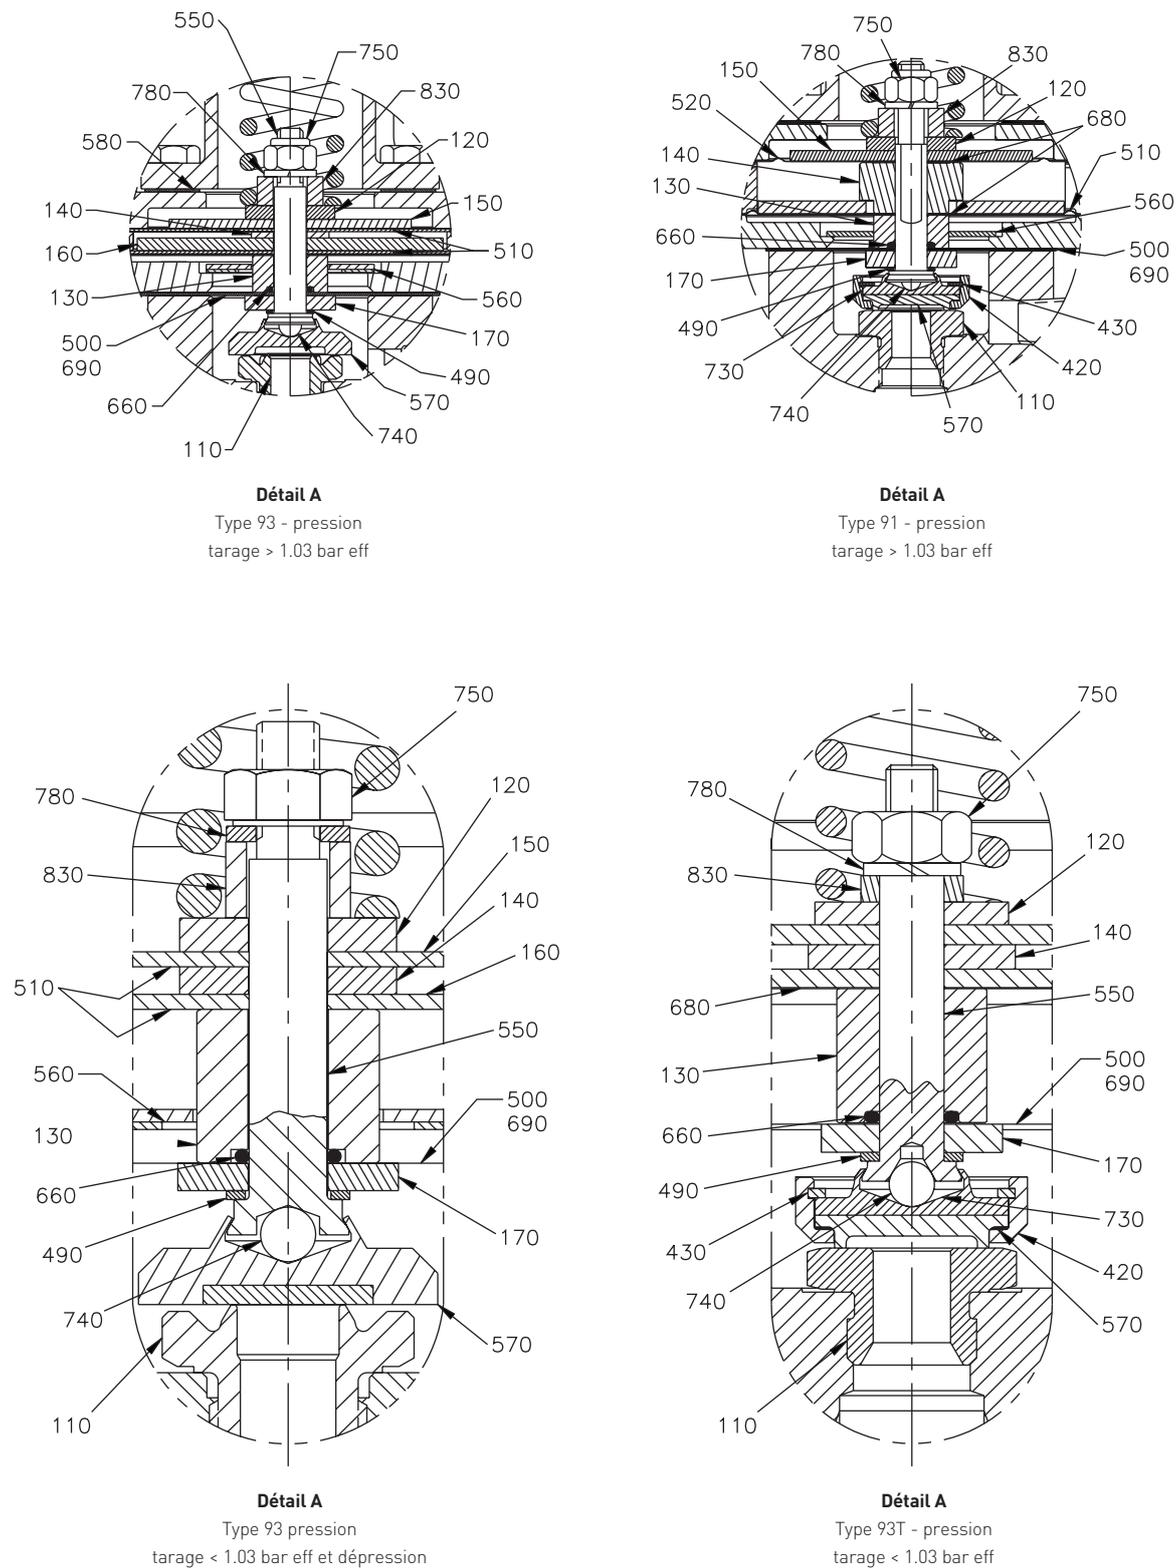

FIGURE 12
1. Enlever le capuchon (760) et la vis de tarage (790), le joint de la vis de tarage (720) (pilote dépression seult). Enlever les boulons du chapeau (770), les joints (700) (pilote dépression seult), le chapeau (200), le ressort (840) et les rondelles de ressort (820).
2. Sur pilotes Type 91 et 93T : desserrer le raccord (310) du tube amplificateur (320) sur a vis de raccord (270) (Voir détail B). Enlever l'écrou (300) du raccord amplificateur, la rondelle (290), le joint inférieur (590), la bague de maintien (280). Laisser glisser ces trois pièces le long du tube amplificateur. Enlever la vis de raccord (270), le joint de raccord supérieur (590) et la bague de maintien (280).
3. Sur pilote Type 93 : desserrer le raccord (310) du tube amplificateur (320) sur a vis de raccord (270) (Voir détail B). Enlever l'écrou (300) du raccord amplificateur, la rondelle (290), le joint inférieur (600). Laisser glisser ces trois pièces le long du tube amplificateur. Enlever la vis de raccord (270) et le joint de raccord supérieur (590).
4. Enlever les écrous de coupelles (260), rondelles (250) et vis (240). Enlever la coupelle supérieur (210).
5. Sur pilote Type 91 et 93T : maintenir la rondelle hexagonale (120) à l'aide d'une douille courte 3/4" ou d'une pince et desserrer l'écrou (750).
6. Enlever les pièces dans l'ordre suivant : rondelle hexagonale (120), plateau sensible (150), joint plat supérieur (650), joint plat coupelle (650), joint plat tige (680), entretoise (140), plateau amplificateur (160), anneau entretoise (230), joint plat membrane (620), joint plat membrane amplificatrice (680) (Voir figure 12, détail A).
7. Sur pilote 93 : maintenir la rondelle hexagonale (120) à l'aide d'une douille courte 3/4" ou d'une pince et desserrer l'écrou (750).
8. Enlever les pièces dans l'ordre suivant : rondelle hexagonale (120), plateau sensible (150), joint plat membrane sensible (510), joint plat supérieur (650), entretoise (140), plateau amplificateur (160), anneau entretoise (230), joint plat membrane (620), joint plat membrane amplificatrice (510), entretoise (130), plaque (560) joint de tige (660) (Voir figure 12, détail A).
9. Enlever le tube amplificateur (320) du corps (100) et le joint de raccord inférieur (590/600 (93T)) du tube (320).
10. Enlever la membrane de tige (500), le joint (690) sur pilote 93T et l'ensemble tige/clapet (550) du corps (100).
11. Enlever le plateau de la membrane de tige (170) et la (les) rondelle(s) de calage (490) de l'ensemble tige/clapet (550).
**Note :** la (les) rondelle(s) de calage n'est (ne sont) pas toujours utilisée(s) dans l'assemblage (550).
12. Voir détail A. Pour l'ensemble clapet du pilote 93T, enlever le circlips (430) et la couronne (420) de l'ensemble tige/clapet (550). Enlever le siège (570).